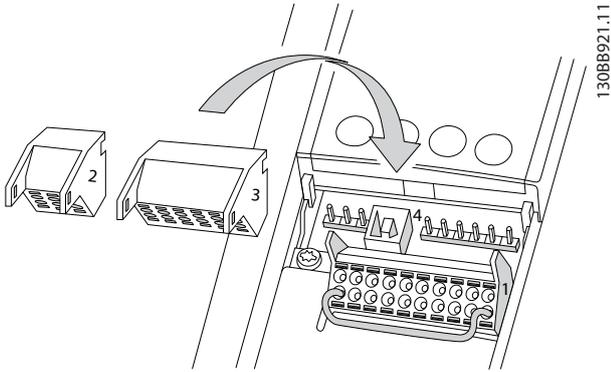
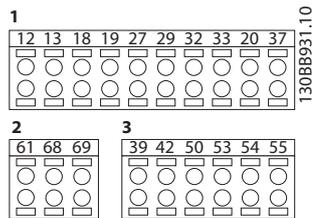

Abbildung 4.7 Anordnung der Steuerklemmen
Abbildung 4.8 Klemmennummern
- Ist der Frequenzumrichter an einen Thermistor angeschlossen, müssen die Thermistorsteuerleitungen abgeschirmt und verstärkt/zweifach isoliert sein. Wir empfehlen eine 24 V DC-Versorgungsspannung. Siehe *Abbildung 4.7*.
In *Abbildung 4.7* und *Abbildung 4.8* sind die entfernbareren Frequenzrichteranschlüsse zu sehen. *Tabelle 4.2* und *Tabelle 4.3* fassen Klemmenfunktionen und Werkseinstellungen zusammen.